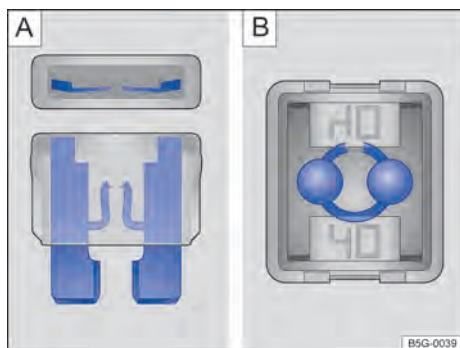

Fig. 144 Fusível queimado: **A**) fusível plano, **B**) fusível de bloqueio.
- Um *fusível plano* (ATO®, MINI®) queimado é reconhecido de cima ou de lado pela carcaça transparente nas faixas metálicas derretidas → Fig. 144 **A**).
- Um *fusível de bloqueio* (JCASE®) queimado é reconhecido pelas faixas metálicas derretidas por cima da carcaça transparente → Fig. 144 **B**).